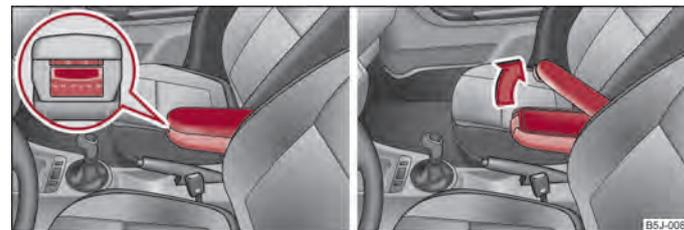

Fig. 69 Apoyabrazos: Compartimento guardaobjetos/abrir el compartimento guardaobjetos
- Pulsar la tecla inferior en el lado frontal del apoyabrazos ⇒ fig. 69 lado izquierdo. Abatir el apoyabrazos y volver a soltar la tecla.
- Pulsar la tecla superior y doblar la cubierta del compartimento guardaobjetos hacia arriba ⇒ fig. 69, lado derecho.